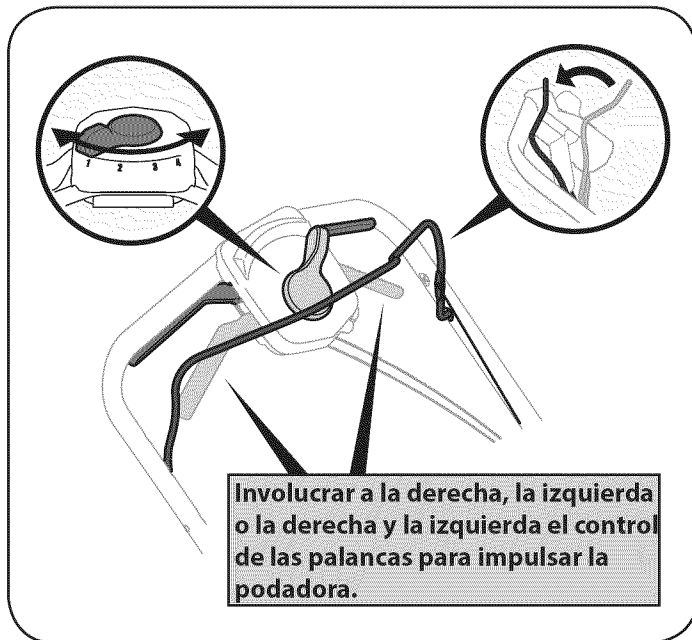

Figura 16
1. Una vez que el motor esté funcionando y sin dejar de mantener el control de la cuchilla, apriete uno (o ambos en coche) los controles de la transmisión contra la manija superior para propulsar la podadora. Vea Figura 16.